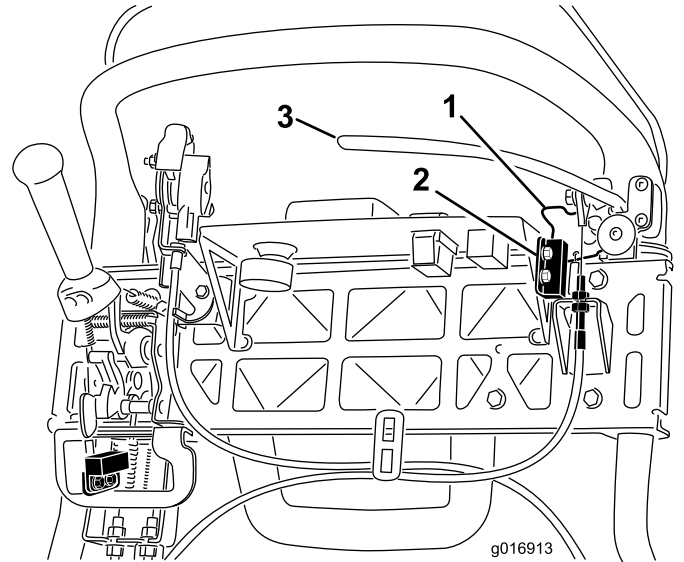

图40
4. 松开联锁开关紧固件(图40)。
5. 在手刹锁定装置与联锁开关之间放入 1.6mm 厚的塞尺(图40)。
4. 要增加拉线的张力、请拧松上部拉线锁紧螺母并拧紧下部拉线锁紧螺母(图40)、直至为了松开手刹锁定装置、需要对刹车制动杆手柄施加 156N 的力。切勿调节过度、或致使刹车带拖磨。